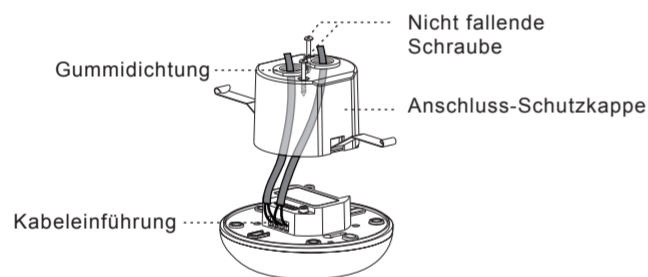

Abb. 11
4.4.2.2 Durchstoßen Sie die Gummidichtung der Anschluss-Schutzkappe mit einem Schraubendreher und stecken Sie anschließend die Kabel hindurch (s. Abb. 11).